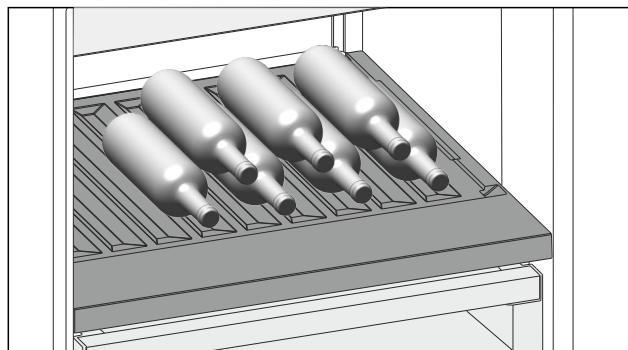

Fig. 117
- ▶ Introduceți sticile cu fundul în spate, către peretele posterior. (vezi Fig. 117)